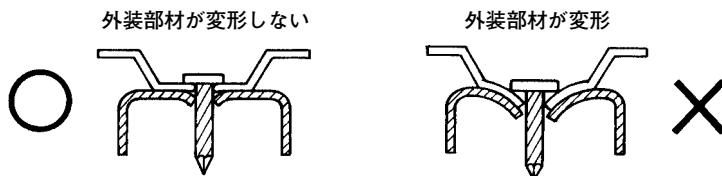

図 20
- 鋼板打ちでの打ち込み過ぎは、極端に保持力が低下しますので、打ち込み深さを使用空気圧力、アジャスタ (24 ページ参照) で調整して、使用してください。(図 20)